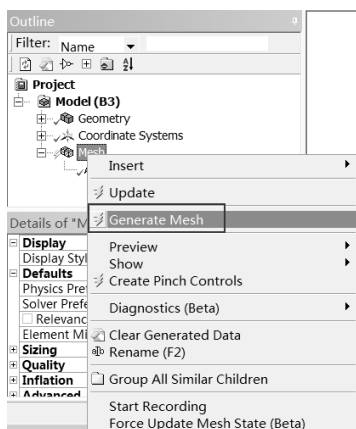
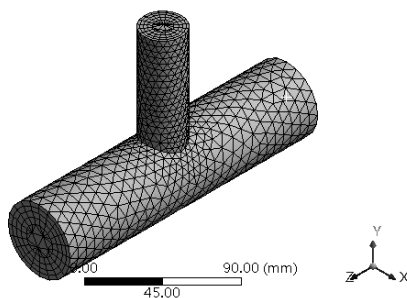

图 17-12 划分网格
图 17-13 网格效果
Step4：在 Outline（分析树）中的 Mesh 选项上右击，在弹出的快捷菜单中选择 Generate Mesh 命令（图 17-12），此时会弹出进度显示条，表示网格正在划分，当网格划分完成后，进度条自动消失。最终的网格效果如图 17-13 所示。